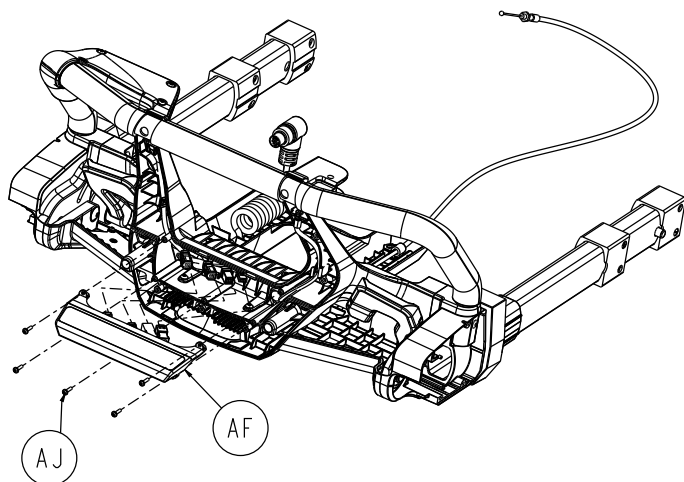

Figure 28 –
20. À l'aide d'une clé Torx T10, retirer les cinq vis de taraudage à tête ronde à embase (AJ) qui fixe l'ensemble de câble du module d'éclairage (AF) (Figure 28). Conserver les vis. Retirer et conserver l'ensemble de câble du module d'éclairage.